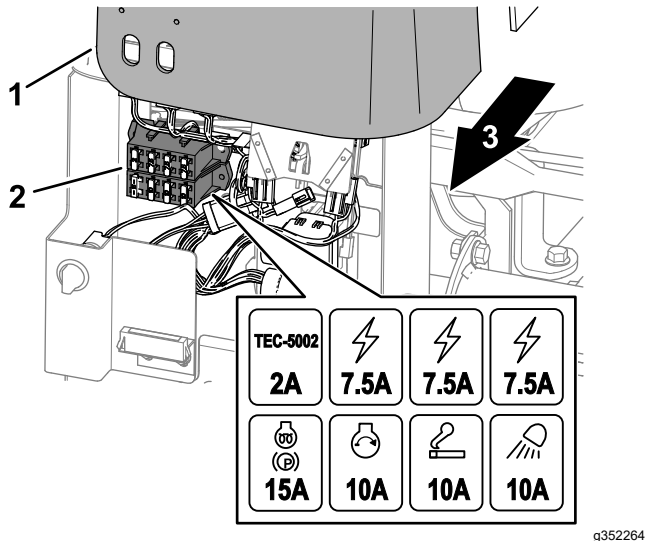

Figura 70
1. Ridicai capacul de pe braul de control (Figura 70).
2. Localizai sigurana arsă în suportul siguranei sau blocul de asigurane (Figura 70).
4. Montați capacul la braul de control (Figura 70).